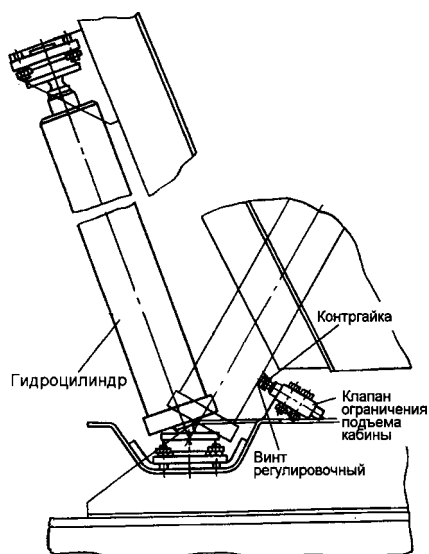
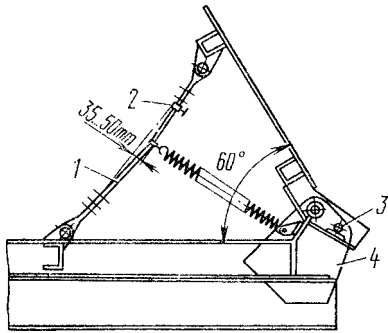

Рис. 263. Регулировка механизма подъема платформы самосвала
Рис. 269. Установка страховочных тросов: 1 - трос; 2 - зажим; 3 - палец стопорный; 4 - кронштейн
Проверьте состояние и правильность регулирования клапана ограничения подъема платформы (см. рис. 263). Клапан должен быть надежно закреплен на кронштейне поперечины надрамника. Регулировочный винт должен быть застопорен контргайкой. Не допускайте искривления штока клапана, течи масла из-под уплотнения штока и по резьбовым соединениям трубопроводов. При правильно отрегулированном угле подъема платформы стопорные пальцы (рис.269) платформы свободно должны входить в отверстия в кронштейнах надрамника. Не допускайте эксплуатации автомобиля с нарушенной регулировкой угла подъема платформы.
— отверните контргайку (см. рис. 263) регулировочного винта;
— убедитесь, что подъем прекращается при совпадении оси стопорных пальцев 3 (рис.269) с осями отверстий в кронштейнах надрамника. Стрела прогиба страховочного троса должна составлять 35 - 50 мм. При иной величине стрелы прогиба отрегулируйте длину троса, для чего ослабьте затяжку зажимов троса.
- проверьте стрелу прогиба страховочного троса (рис. 269); при совпадении оси стопорных пальцев с осями отверстий в кронштейнах надрамника стрела прогиба страховочного троса должна быть 36...50 мм, для КамАЗ-55102 при опрокидывании назад — 100...150 мм, при опрокидывании на сторону — 200...250 мм.